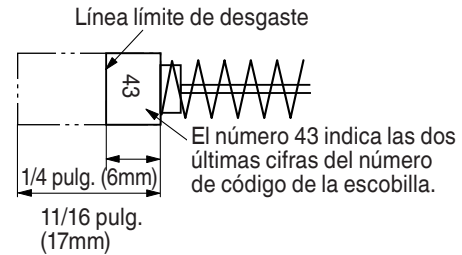

Fig. 29
- Inspección de las escobillas (Figs. 29 y 30)
Por lo tanto, inspeccione periódicamente las escobillas y reemplácelas cuando se hayan desgastado hasta la línea límite mostrada en la Fig. 29. Además, mantenga las escobillas limpias de forma que se deslicen suavemente dentro de los portaescobillas.
Cuando cambie las escobillas de carbón, utilice solamente las escobillas Hitachi conteniendo "43" los dos últimos dígitos de su nº de código (vea la Fig. 29). Si usa otras escobillas de carbón, el freno eléctrico no funcionará.